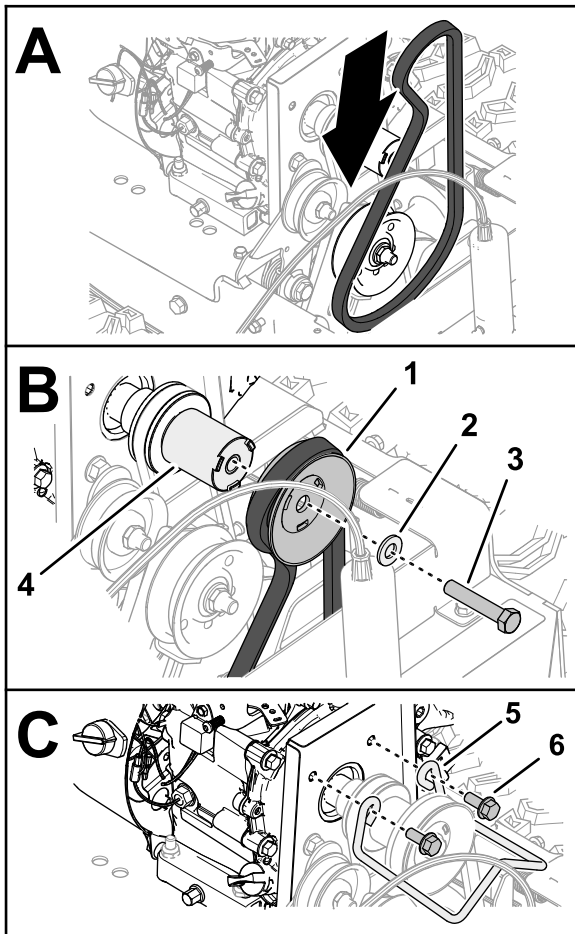

Bild 45
2. Ziehen Sie den 96 cm Treibriemen in die Nut der Antriebsriemenscheibe (**Bild 45**).
3. Fluchten Sie den Riemen in der hinteren Nut der Riemenscheibe der Kehrbürste aus (**Bild 45**).
4. Montieren Sie die Riemenscheibe der Kehrbürste auf das Distanzstück der Riemenscheiben (**Bild 45**).
5. Befestigen Sie die Riemenscheibe und das Distanzstück an der Antriebswelle (**Bild 45**) mit der Kopfschraube ($\frac{3}{8}$ " x 2").
7. Montieren Sie die Riemenführung mit zwei Bundkopfschrauben am Motor (**Bild 45**).